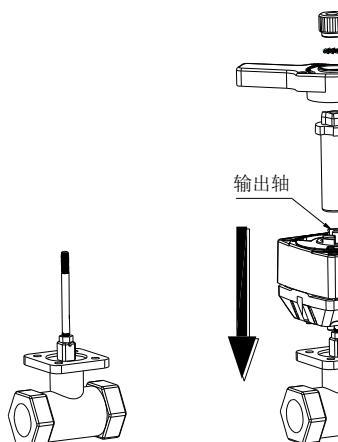

图 4
- (2) 如图 4, 将螺杆旋入阀杆, 用扳手把螺母上紧, 防止螺杆松动。